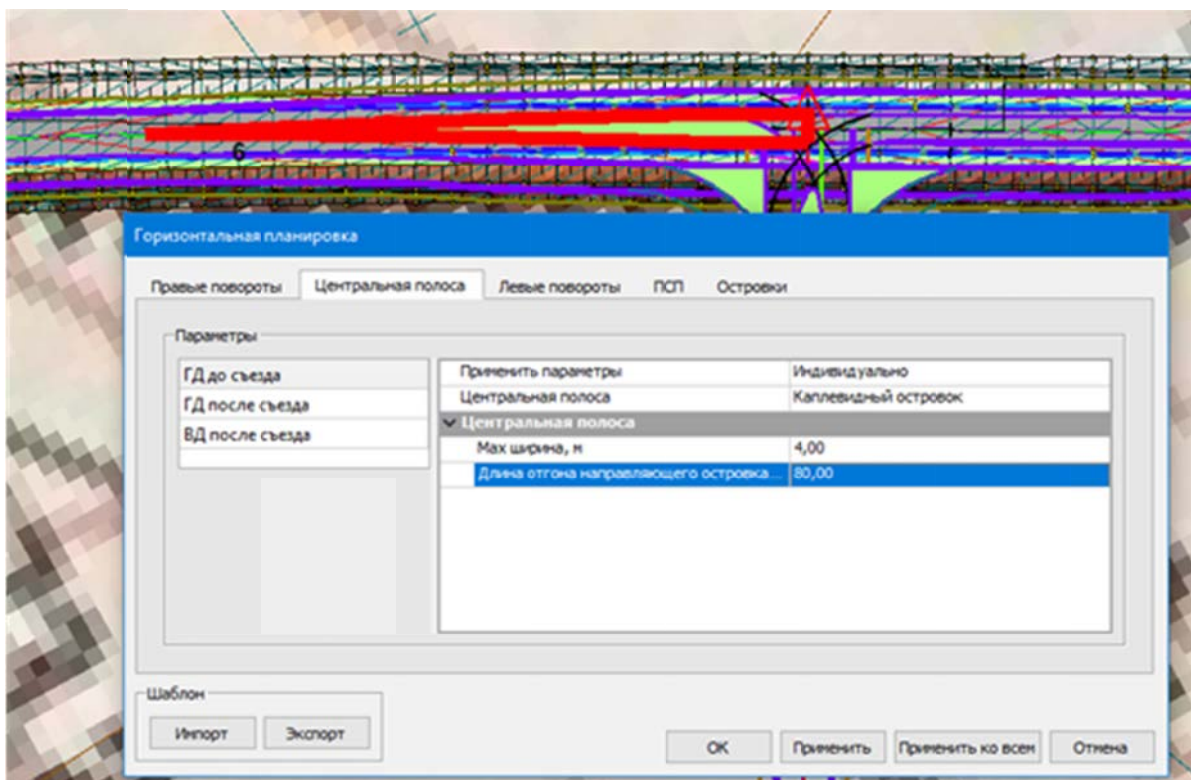

Рис. 4.10. Параметры каплевидного островка на ГД канализированного съезда
7.2. Перейдите во вкладку **Центральная полоса**. Задайте индивидуальные параметры центральной полосы до и после съезда по условиям, выданным преподавателем. Пример на рис. 4.10–4.12.
- **Длина отгона направляющего островка.** Длина отгона разделительной зоны – 80,00 м (рис. 4.10).